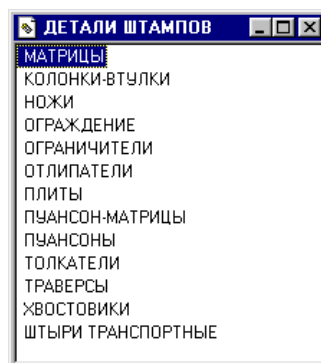

Рисунок 1.146 – Командне меню переліку бібліотечних елементів
- натискується кнопка “Відкрити”. У діалозі “Властивості бібліотеки” вибирається режим роботи бібліотеки, і натискується кнопка “ОК”. У результаті таких дій назва бібліотеки буде відображена в правій частині вікна “Менеджер бібліотек КОМПАС”. Для безпосереднього підключення бібліотеки вибирається з меню “Бібліотека” команда “Запустити”. Після підключення бібліотеки на екрані з'являється командне меню (рис. 1.146) з переліком елементів, включених до складу бібліотеки.